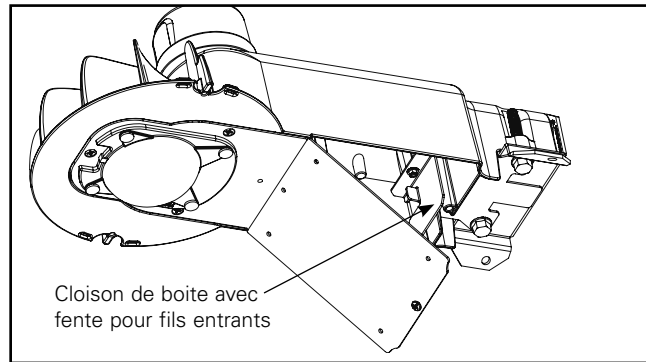

Figure 8.
1. Ouvrez le luminaire à l'aide du tournevis et laissez pendre la porte d'accès de la charnière. (Figure 8.)
- a. Plaque à trois (3) bornes (ligne de service à 3 fils, 2 lignes, 1 mise à la terre) : Raccordez 1 fil de service électrique à la borne raccordée au fil noir installé en usine. Raccordez l'autre fil de service électrique à la borne raccordée au fil blanc installé en usine. Raccordez le fil de mise à la terre à la borne raccordée au fil vert installé en usine.